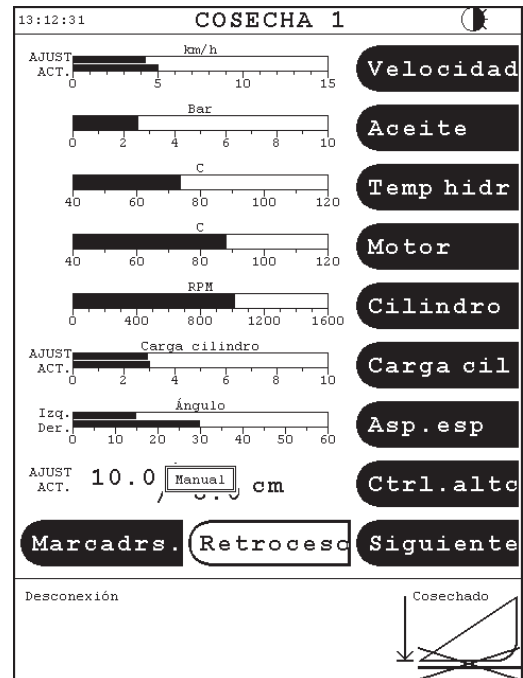

Fig. 6
El cabezal se puede levantar manualmente sobre otros obstáculos que el control de la altura de corte no puede salvar, con el interruptor (2b - Fig. 5) de la palanca multifunción: aparecerá el texto "Manual" en la barra de función del menú "Cosecha", Fig. 6.
- 1 - Una "X" grande sobre el símbolo del cabezal en el área de información indica que el control de la altura de corte está desactivado y que el cabezal se eleva/baja manualmente. En esta situación, el control de la altura de corte se puede volver a activar con el interruptor automático (2a). Fíjese en la Fig. 6.